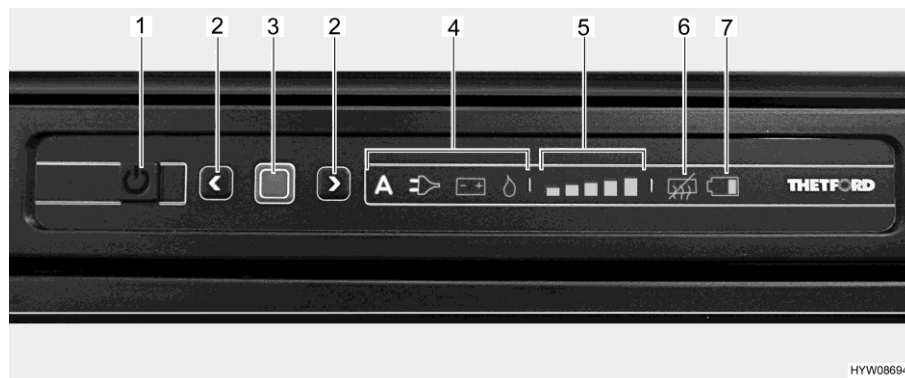

Fig. 197 Quadro comandi LED (frigorifero Thetford)
- Premere il tasto On/Off (Fig. 197,1) per 1 secondo. Il tasto si illumina di verde. Dopo circa 10 secondi, l'indicatore viene attenuato per risparmiare energia.
- Premere il tasto di conferma (Fig. 197,3). Viene visualizzata l'ultima modalità di funzionamento selezionata.
- Premere il tasto di conferma (Fig. 197,3) per circa 2 secondi. I simboli della modalità di funzionamento lampeggiano.
- Selezione manuale dell'energia: Selezionare le fonti di energia desiderate con i tasti freccia (Fig. 197,2).
- Sistema automatico di selezione di energia (solo per modelli con selezione automatica dell'energia): Selezionare la modalità di funzionamento "A" con i tasti freccia (Fig. 197,2).
- Confermare la scelta con il tasto di conferma (Fig. 197,3).
- Premere nuovamente il tasto di conferma (Fig. 197,3). L'indicatore del livello di refrigerazione (Fig. 197,5) lampeggia.
- Per modificare l'impostazione, premere i tasti freccia (Fig. 197,2) fino a visualizzare l'impostazione desiderata.
- Premere il tasto On/Off (Fig. 197,1) per circa 2 secondi. Tutte le spie si spengono. Il frigorifero è spento.
Dopo l'accensione il frigorifero seleziona automaticamente la regolazione del termostato selezionata per ultima. Questa impostazione può essere modificata manualmente con i tasti freccia (Fig. 197,2). Ci vogliono alcune ore prima che il frigorifero raggiunga la temperatura normale di esercizio. Quando si commuta a un'altra modalità di funzionamento, la regolazione sul termostato viene mantenuta.